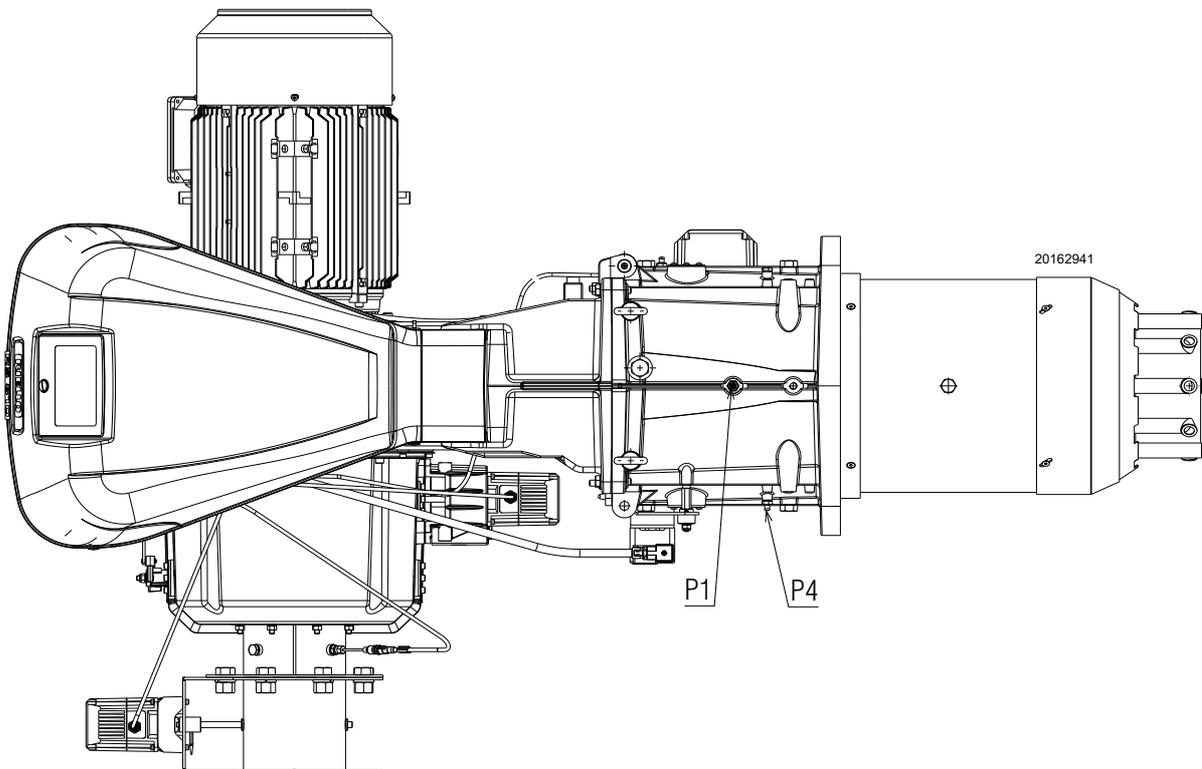

Abb. 23
Gasdruck, gemessen am Anschluss P1)(Abb. 23) unter folgenden Bedingungen:
- vom Gasdruck am Anschluss P1) (Abb. 23) den in der Brennkammer vorhandenen Druck abziehen.
$$\begin{aligned} \text{Gasdruck an der Entnahmestelle 1) (Abb. 23)} &= 43.7 \text{ mbar} \\ \text{Druck in der Brennkammer} &= 2 \text{ mbar} \\ 43.7 - 2 &= 41.7 \text{ mbar} \end{aligned}$$
Um hingegen den am Anschluss P1)(Abb. 23) erforderlichen Gasdruck zu ermitteln, nachdem die MAX. Leistung festgelegt wurde, bei der der Brenner arbeiten soll:
- Rechts, in Spalte 1, den Druck am Anschluss P1)(Abb. 23) ablesen.
Erforderlicher Druck am Abnahmeanschluss P1)(Abb. 23).